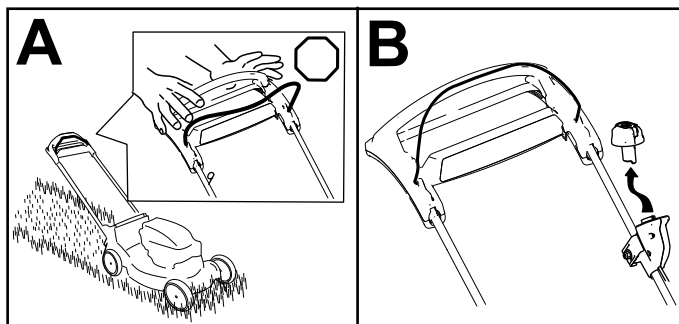

Bild 16
1. Lassen Sie den Schaltbügel los (A in Bild 16).
2. Entfernen Sie den Elektrostarttaster aus dem Elektrostarschalter (B in Bild 16).